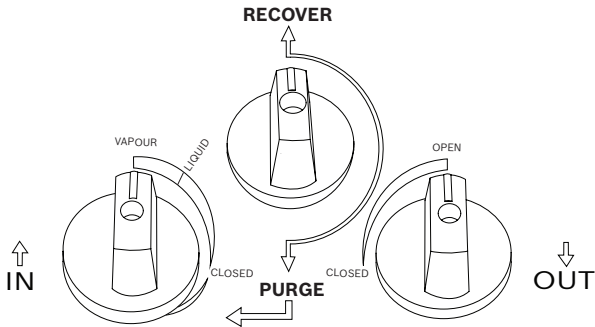

Fig. 2: Posiciones de las válvulas para recuperación normal
3. Antes de realizar cualquier conexión de las mangueras, asegúrese de que las válvulas de servicio del sistema de A/A o refrigeración, las válvulas del manómetro, las válvulas reguladoras de la unidad de recuperación y las válvulas del depósito de recuperación del sistema están todas en la posición cerrada. Compruebe también que la válvula de recuperación / purga está en la posición **RECOVER** (orientada hacia arriba). Consulte la Fig. 2.
6. Antes de realizar cualquier conexión de las mangueras, asegúrese de que las válvulas de servicio del sistema de A/A o refrigeración, las válvulas del manómetro, las válvulas reguladoras de la unidad de recuperación y las válvulas del depósito de recuperación del sistema están todas en la posición cerrada. Compruebe también que la válvula de recuperación / purga está en la posición **RECOVER** (orientada hacia arriba). Consulte la Fig. 2.
11. Gire la válvula reguladora de entrada de la máquina de recuperación (azul) a la marca **LIQUID** del panel frontal; consulte la Fig 2. Gire el interruptor principal a la posición **ON** para iniciar la recuperación.
3. Antes de realizar cualquier conexión de mangueras, asegúrese de que las válvulas de servicio, las válvulas del colector, las válvulas de control de la unidad de recuperación y las válvulas del depósito de recuperación del sistema están todas en la posición cerrada. Compruebe también que la válvula de recuperación / purga está en la posición **RECOVER** (orientada hacia arriba). Consulte la Fig. 2.